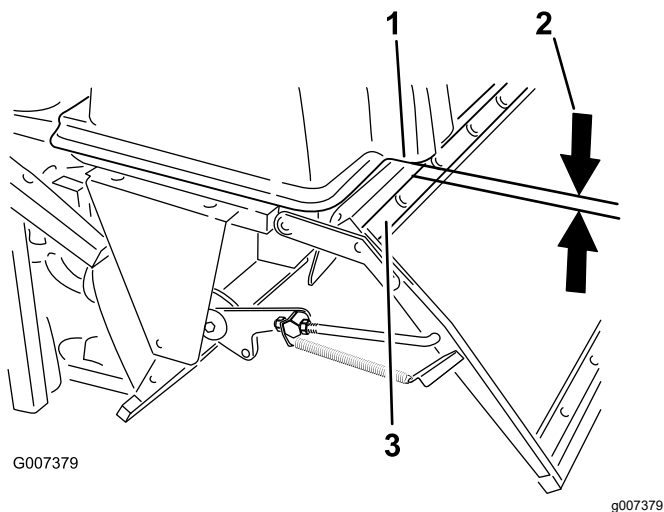

Figure 54
3. Compruebe la distancia entre el tubo superior del bastidor de la puerta y el borde inferior del capó moldeado (Figure 54).